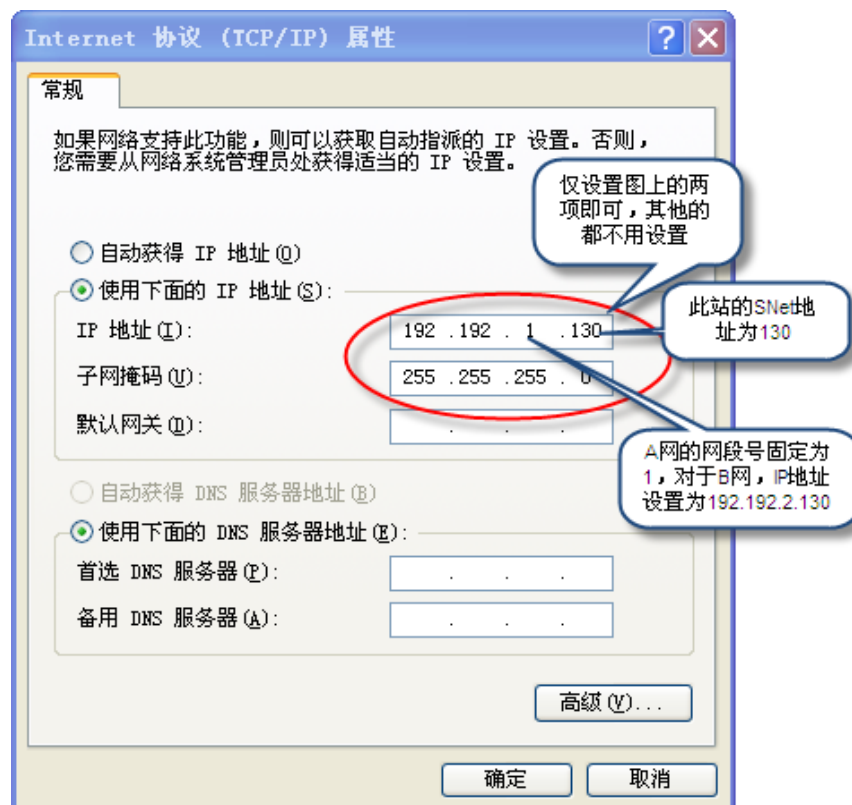

图 2-5 设置 TCP/IP 协议属性
双击“Internet 协议 (TCP/IP)”一项，或选中该项后点击“属性 (R)”按钮，屏幕上出现 TCP/IP 的属性设置窗口，如图 2-5 所示。